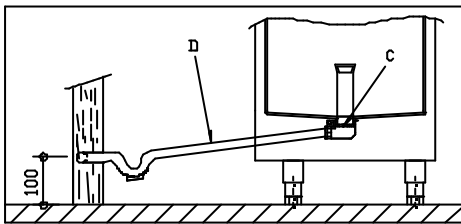

Fig. 5
a) Fijar la manguera de desagüe (D) al desagüe (C) como se indica en la Fig.5.
b) Colocar un tubo sifón (T) para evitar malos olores.